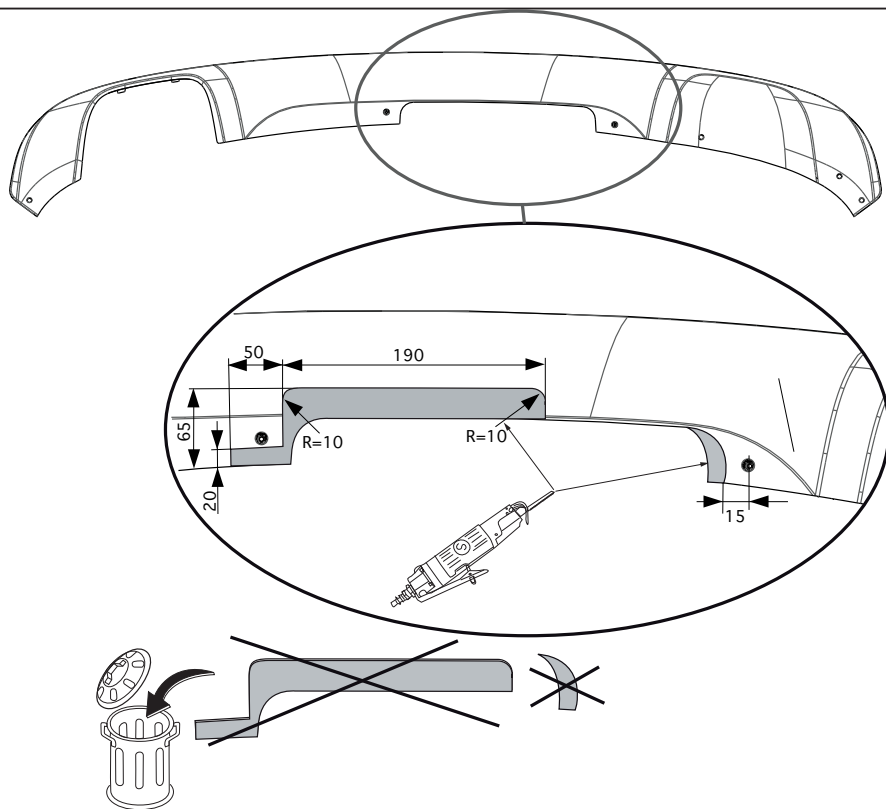

Fig.2
11. Выпилить часть из закрывающей пластины, как указано на рис. 2.